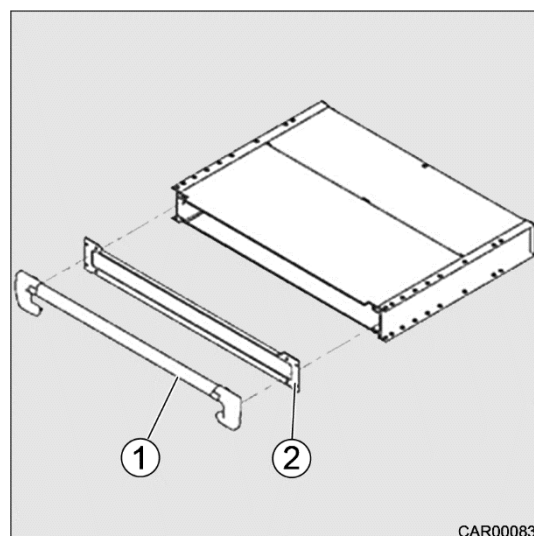

Fig. 12 Déverrouillage de secours
4. Remonter la plaque frontale (Fig. 12/2) et les recouvrements en plastique (Fig. 12/1) dans l'ordre de suite inverse.